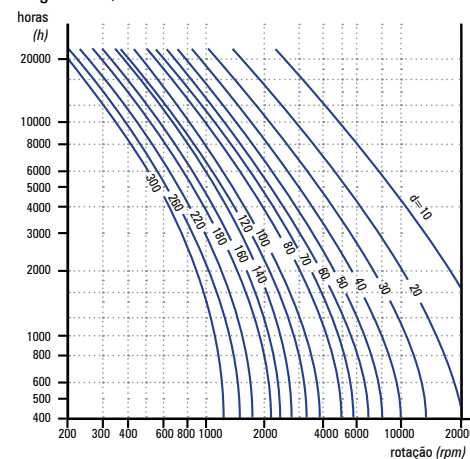

figura 53 - Intervalo de relubrificação com graxa para rolamentos radiais de esferas
O intervalo de relubrificação pode ser definido conforme valores da figura 53, na qual os valores estimados são apresentados para uma temperatura de funcionamento de 100 °C, utilizando graxas de boa qualidade específicas para alta temperatura.
- Em casos de temperaturas acima de 100°C, é recomendado, para cada 15°C de aumento de temperatura, reduzir pela metade o intervalo de relubrificação obtido na figura 53 (vide tabela 43). Atentar para que o limite de temperatura de trabalho da graxa ou do rolamento não seja excedido;
- Para eixos posicionados na vertical, os intervalos sugeridos na figura 53 devem ser reduzidos pela metade.